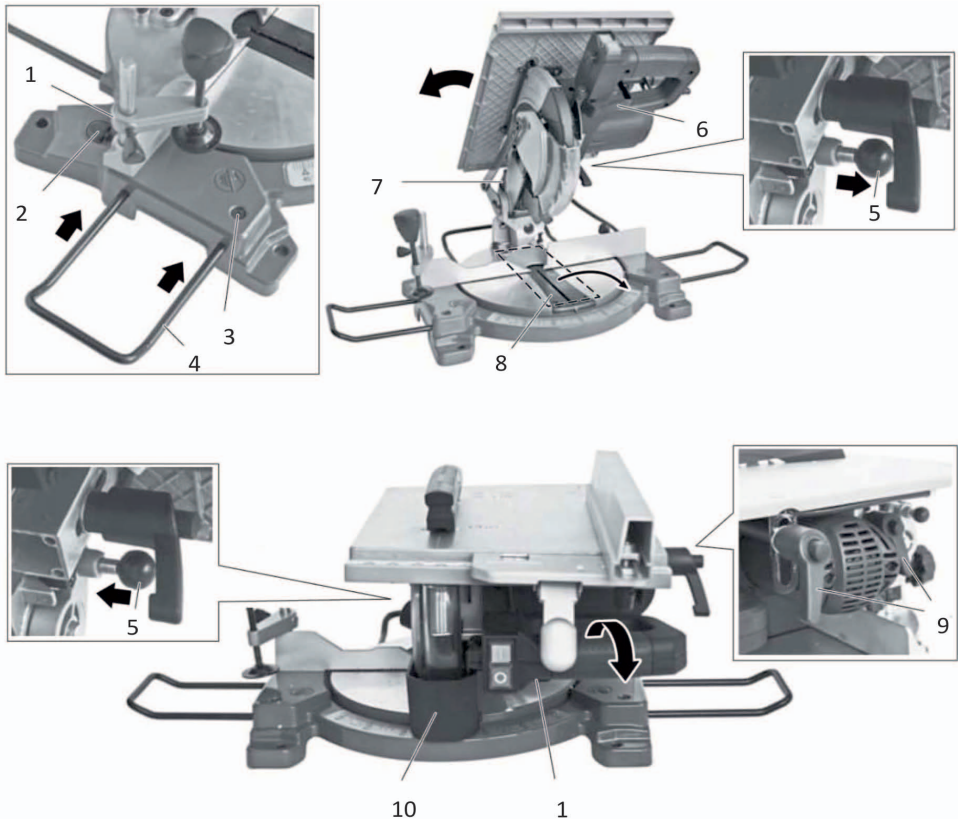

Рис. 2
10. Нажмите на рычаг разблокировки защитного кожуха 6 (Рис. 2) и опустите блок мотора, чтобы пильный диск погрузился в заготовку.
Две дополнительные опоры (4) Рис.2 служат для того, чтобы поддерживать и фиксировать длинные заготовки. Эти плечи должны поддерживать заготовку, лежащую плашмя на столе, во время распиловки. Фиксируйте заготовку зажимом.